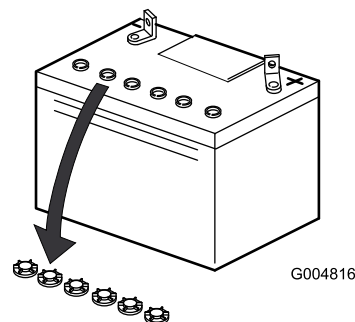

Figure 3
3. Enlevez les bouchons d'aération de la batterie (Figure 3)